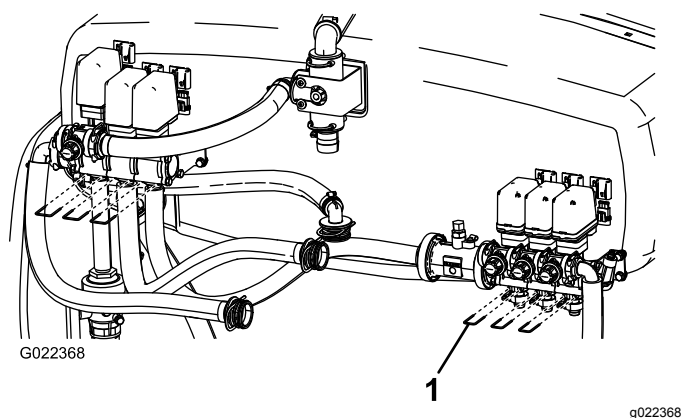

Bild 50
- B. Entfernen Sie die drei Gabeln, mit denen der Ventilsockel am Ventil befestigt ist (Bild 50).
Hinweis: Achten Sie auf die Federn im Ventil (Bild 50).